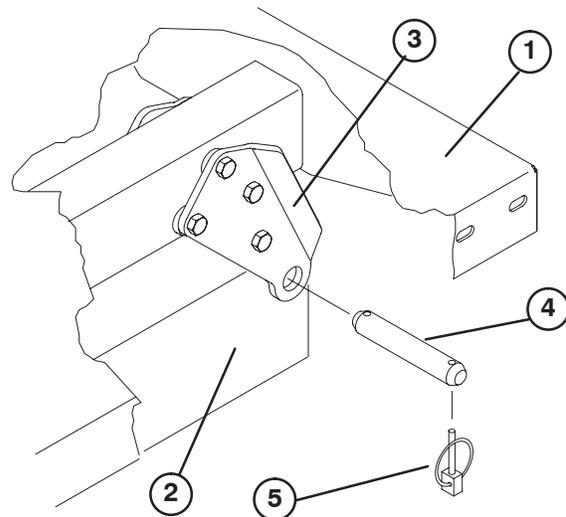

Bild 10
3. Nehmen Sie die Lastösenbolzen ab, mit denen die Zylinderstangenenden an den Pritschenbefestigungsplatten befestigt sind. Drücken Sie die Bolzen hierfür nach innen (Bild 10).
4. Nehmen Sie die Klappstecker und die Lastösenbolzen ab, mit denen die Schwenkhalterungen an den Rahmenkanälen befestigt sind (Bild 10).
Hinweis: Achten Sie darauf, dass die hinteren Schwenkplatten am Pritschenrahmen bzw. -kanal so festgeschraubt sind, dass das untere Ende nach hinten abgewinkelt ist (Bild 10).
2. Setzen Sie die Pritsche vorsichtig auf den Fahrzeugrahmen. Richten Sie die hinteren Schwenkplattenlöcher der Pritsche mit den Löchern am hinteren Rahmenkanal aus und montieren Sie die (zwei) Lastösenbolzen und Klapstecker (Bild 10).
3. Befestigen Sie bei abgesenkter Pritsche jedes Ende der Zylinderstange mit einem Lastösenbolzen und einem Klapstecker an den entsprechenden Einschüben in den Befestigungsplatten der Pritsche. Setzen Sie den Lastösenbolzen von der Außenseite der Pritsche ein, der Klapstecker sollte nach außen zeigen (Bild 10). Die hinteren Einschübe sind für die Montage der großen Pritsche und die vorderen Einschübe sind für die Montage der 2/3 Pritsche gedacht.